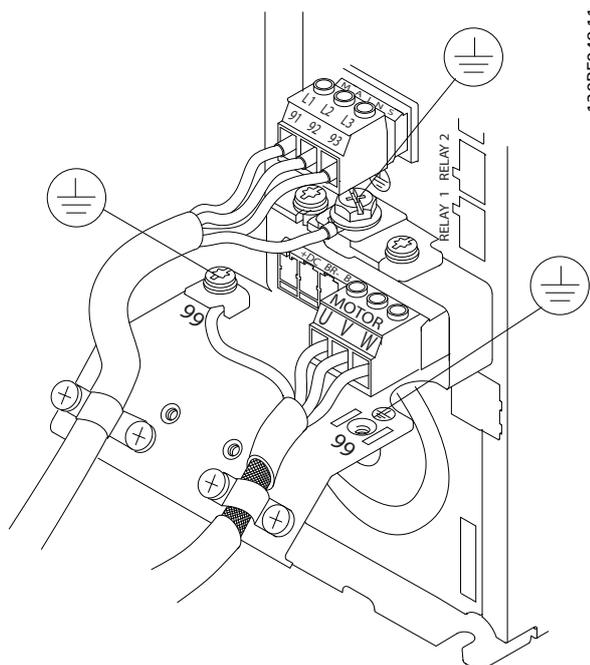

Ilustración 4.5 Ejemplo de cableado del motor, de alimentación y de conexión toma a tierra
La *Ilustración 4.5* muestra la entrada de alimentación, el motor y la conexión a tierra en los convertidores de frecuencia básicos. Las configuraciones reales pueden variar según los tipos de unidades y el equipo opcional.
1. Conecte el cableado de alimentación de entrada trifásica de CA a los terminales L1, L2 y L3 (consulte Ilustración 4.5).